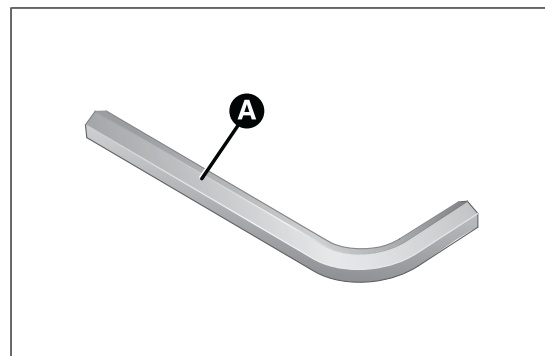

fig. 169
- ☐ prelevare la chiave a brugola A fig. 169 fornita in dotazione;